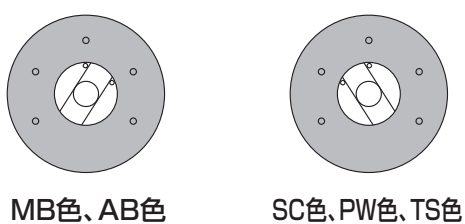

図17-2
- ②感度調整VRの初期設定は、本体色によって異なりますので注意してください。(図17-2参照)